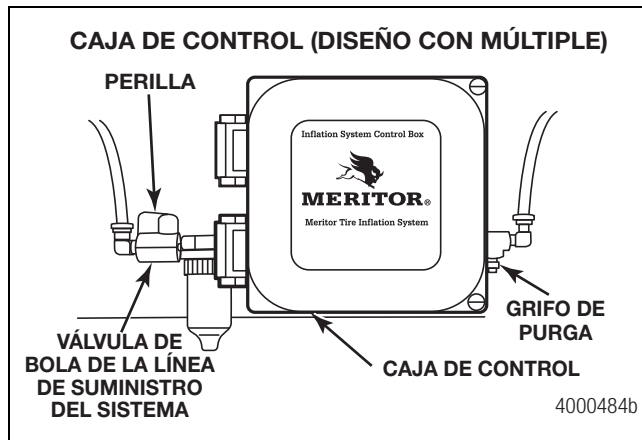
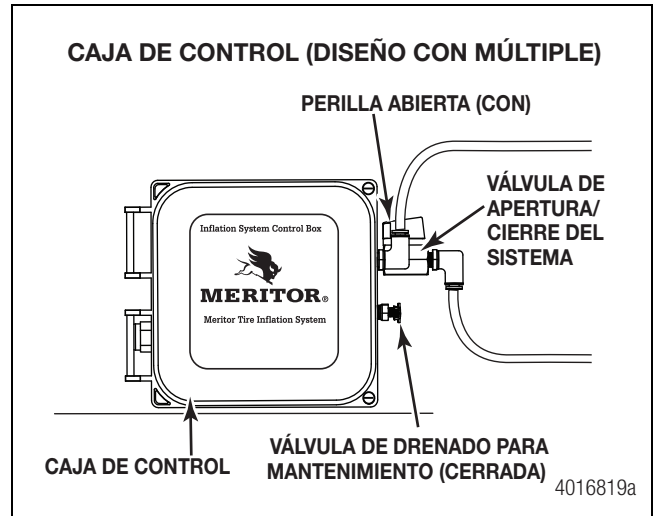

Figura 4.1
Figura 4.2
3. Compruebe que la válvula de bola del sistema esté abierta. Cuando la válvula de bola de la línea de suministro está abierta, la perilla está alineada con el cuerpo de la válvula. Asegúrese que el grifo de purga esté cerrado. Figura 4.1 y Figura 4.2.